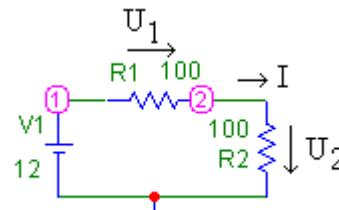

Рис. 2.8
2.6.1. Соберите резистивную цепь с источником постоянного напряжения  $V_1 = 12$  В и двумя последовательно соединенными сопротивлениями  $R_1 = R_2 = 100$  Ом, показанную на рис. 2.8.
2.6.6. В цепи **рис. 2.8** установите следующие параметры элементов
Значения тока  $I$  в **миллиамперах** в цепи на рис. 2.8 внесите в АКОС-МВ (**Тема 20**): **тема 20, ответ 1.**